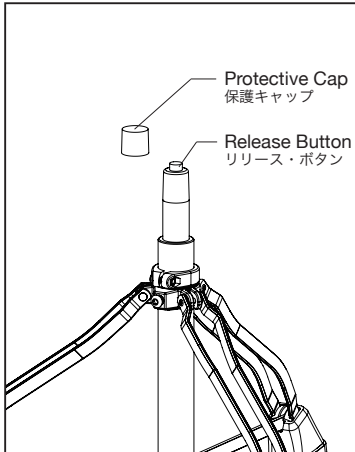

Fig.7 (図7)
2. The HYDRAULIX models come standard with a protective cap. This cap prevents the upper tube from extending accidentally. Please remove the cap before you mount the seat section to the upper tube (See Fig.7). Whenever you remove the seat section from upper tube for storage, be sure to attach this again. Please don't lose this cap for transportation of your throne.
2. 上部パイプ先端の黄色いキャップは、誤動作防止用の保護キャップです。シート部を取り付ける前にテープを剥がし、このキャップを外してください(図7)。また、このキャップは大切に保管し、シート部を外して移動する際にはキャップをパイプ上端に取り付けてください。
3. パイプ上端のリリースボタン(図7)は高さ調整のためのスイッチです。必ずシート部を取り付けた状態で、レバーで操作するようにしてください。指や手で直接リリースボタンを押すと、上部パイプが急に伸びてケガや事故の原因になります。